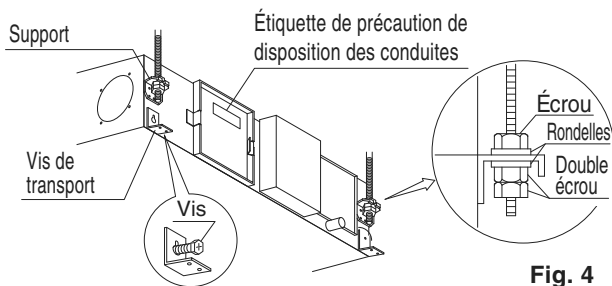

Fig. 4
- Fixez le support suspendu aux boulons de suspension. Veillez à bien le fixer en utilisant des écrous (M10, M12) et des rondelles (M10 avec un diamètre extérieur de 30 à 34 mm, M12 avec un diamètre extérieur de 36 à 38 mm) (à se procurer sur place) depuis les côtés supérieur et inférieur du support suspendu. **(Reportez-vous à la Fig. 4)**